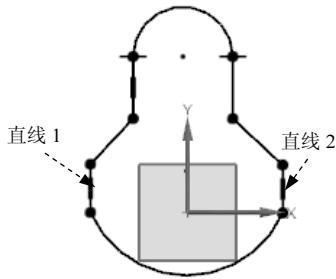

图 5.11.2 绘制大概轮廓
(1) 选择下拉菜单 **文件(F)** →  **新建(N)...** 命令，系统弹出“新建”对话框。
(2) 在“新建”对话框中的 **模板** 选项栏中，选取模板类型为  **模型**，在 **名称** 文本框中输入文件名为 **SKETCH01**，然后单击 **确定** 按钮。
**Step 3** 大致绘制图 5.11.2 所示的轮廓。
(1) 单击“设为对称”按钮 ，选取图 5.11.2 所示的直线 1 为主对象，选取直线 2 为次对象，选取 Y 轴为对称中心线。